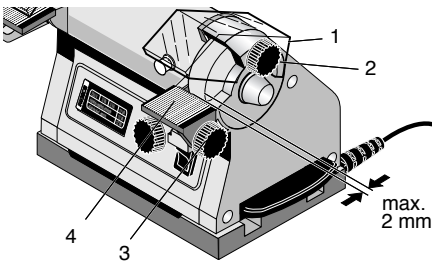

Fig. 3
- Knebelschraube 3 (Fig. 3) der Werkzeugauflage (4) lösen und Schleifwinkel wie gewünscht einstellen.
- Knebelschraube 1 (Fig.3) der Schutzhaube (2) lösen und so einstellen, dass ein größtmöglicher Schutz besteht.